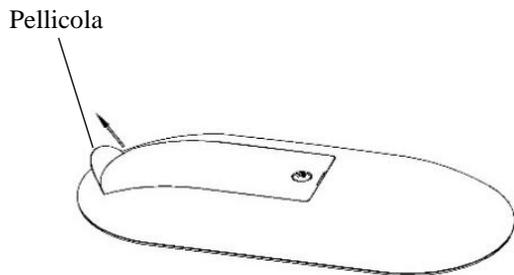

Fig. 5a
1. Al primo utilizzo del telecomando, togliere la pellicola che ricopre la batteria (Fig. 5a).